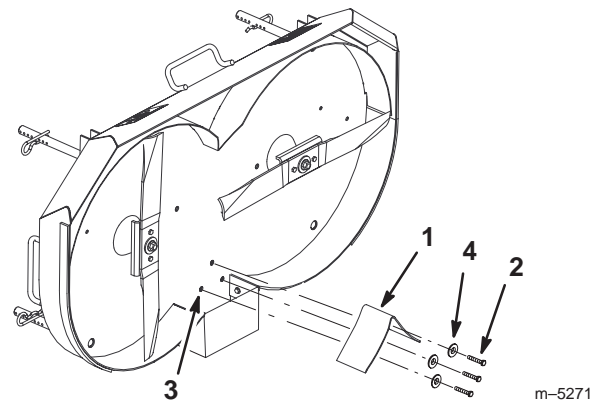

Bild 36
3. Entfernen Sie die Schrauben und Scheiben, die zum Absichern der Mulchablenker am Schneidwerk befestigt sind (Bild 36).
4. Montieren Sie den Ablenker mit den entfernten Befestigungsteilen (Bild 36).
2. Entfernen Sie die Schrauben, die Scheiben und den Mulchablenker aus dem Schneidwerk (Bild 36).